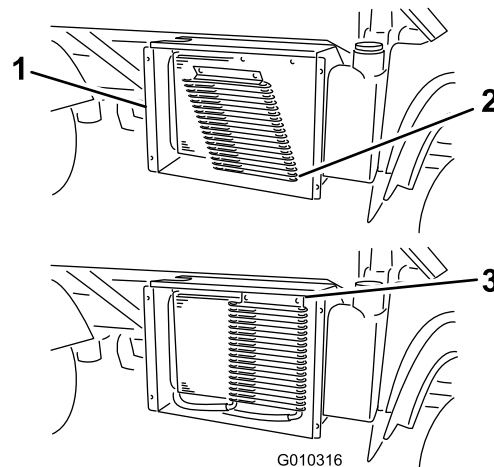

Figura 32
4. Si está instalado, abra los cierres y gire el enfriador de aceite, separándolo del radiador (Figura 32).